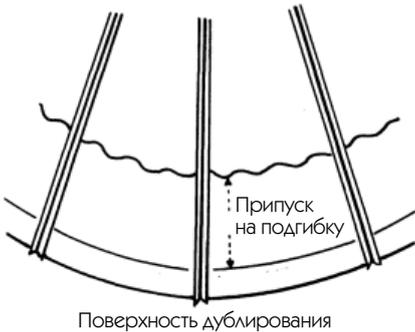

Рис. 240
Нижний срез юбки или пиджака (рис. 240)
2. Раскройте термоклеевую ткань, предусмотрев вертикальные припуски на швы, но не добавляя припуск на подгибку (рис. 240). Вверху вы ее раскроите, как показано на примере, т. е. с помощью ножниц «зигзаг».
4. Соедините различные части изделия (рис. 240) и т. д.